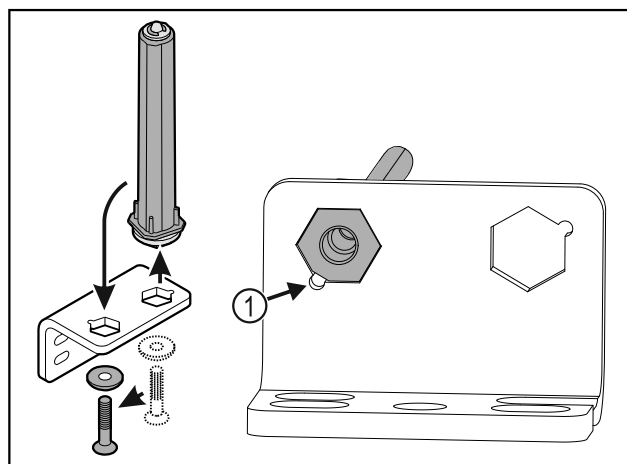

Fig. 40
- ▶ Bodite pozorni, da pri vstavljanju izravnalne točke sornika Fig. 40 (1) kažejo v smeri okrogle luknje.